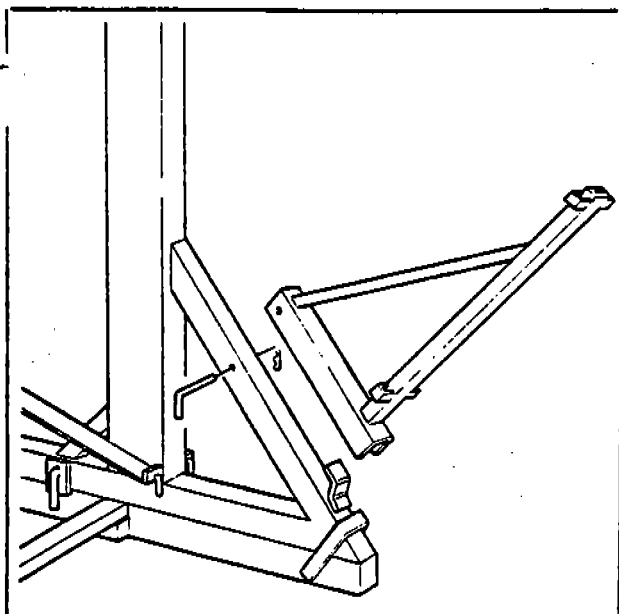

Fig. 28
- Assemble the periphery fences support (Fig. 28), secure them with pins and safety pins. Number and marks must match.
- Montare i supporti cancelli perimetrali (Fig. 28), rispettando le sigle riportate su gamba e supporto. Fermarli in posizione con spine e copiglie.